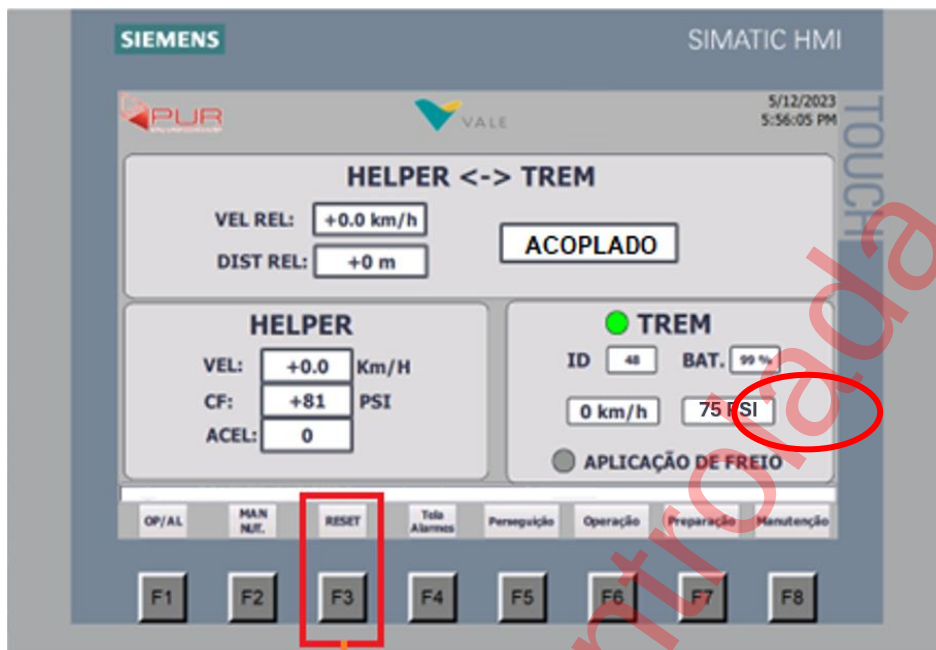
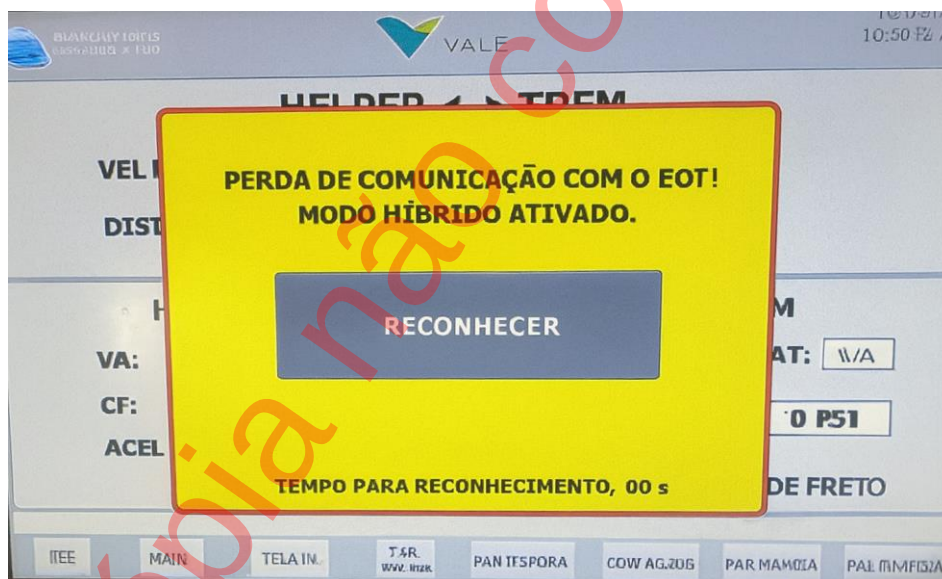

Figura 21: Check de pressão do EG
Figura 22: POP UP com mensagem de Alerta/Reconhecimento
**14.1** Ao realizar acoplamento dinâmico deve-se permanecer na tela OPERAÇÃO (conforme Figura 21) no IHM, com objetivo de monitorar a pressão do EG na cauda do trem. Durante paradas prolongadas, a fim de evitar perda da carga da bateria, o EOT desligará automaticamente quando a pressão do EG estiver inferior a 75 psi, e após alívio dos freios o EOT religará automaticamente.
- b) Pressões do EG na tela e Carga de Bateria "Operação" (Figura 21)
- c) O surgimento de um POP UP com mensagem de Alerta/Reconhecimento (Figura 22).
14.4 Se durante o corte de tração seja identificado **Baixa Carga de Bateria** e/ou queda de **Pressões do EG na tela “Operação” (Figura 21)** e não houver **O surgimento de um POP UP com mensagem de Alerta/Reconhecimento (Figura 22)**, o operador do helper deverá manter contato com o comando para constatar se houve penalidade, emergência ou redução nos freios. Caso seja confirmado pelo operador do comando, uma penalidade, emergência ou uma redução igual ou superior a 15 PSI, o maquinista do helper não deverá desligar ou resetar o IHM, pois após o restabelecimento das pressões do trem o sistema irá normalizar.
14.5 Se durante corte de tração houver o surgimento de um **POP UP com mensagem de Alerta/Reconhecimento (Figura 22)** isso significa que a locomotiva tem o sistema híbrido instalado e o operador deve: